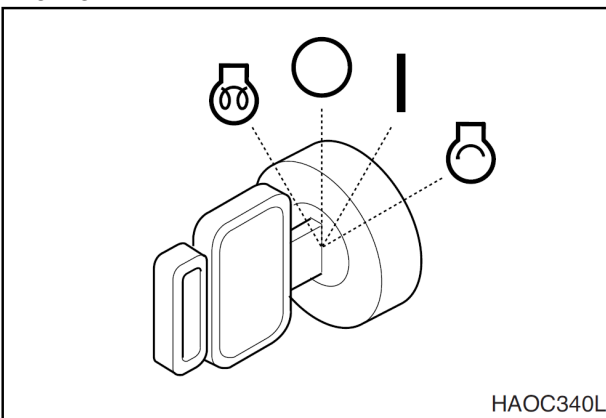

Рис. 26
- Выключить двигатель поворотом ключа стартера в положение "O" (**OFF**) (рис. 26).